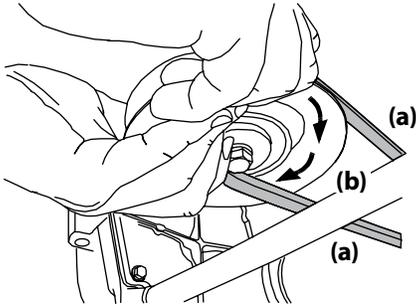

Figura 4-10
- d. Mientras sostiene la correa de la PTO (a) hacia abajo, siga girando la polea de la PTO (b) hasta que la correa de la PTO (a) se deslice fuera de la polea (b). Consulte la Figura 4-10.
11. Tire del lado derecho de la correa de la PTO hacia atrás y coloque el lado V angosto de la correa de la PTO en la polea de la PTO. Consulte la Figura 4-10.
12. Mientras sostiene la correa y la polea de la PTO juntas, gire la polea de la PTO hacia la izquierda (Vea la Figura 4-10). Siga sosteniendo y rotando la polea de la PTO y la correa de la PTO hasta que la correa de la PTO se enrolle totalmente en la polea de la PTO.